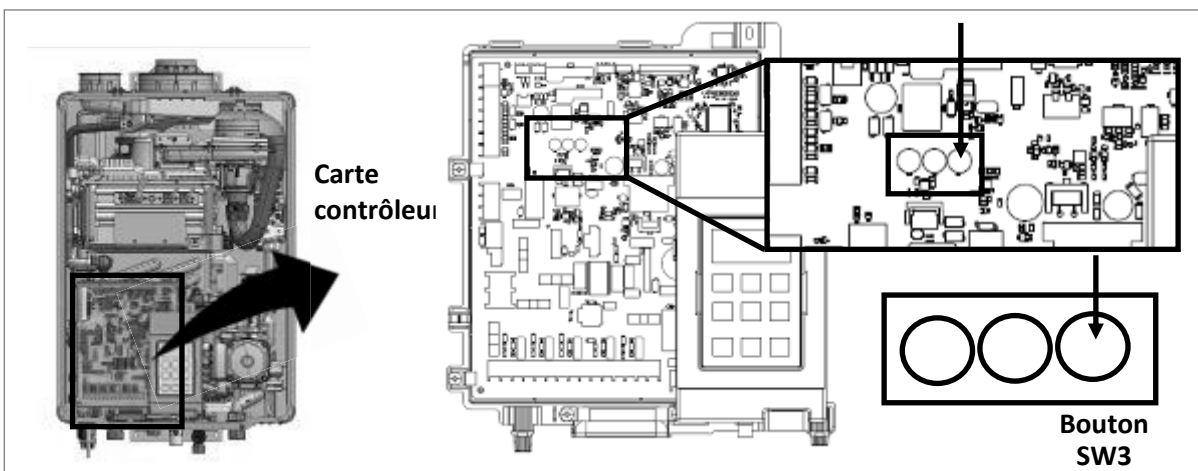
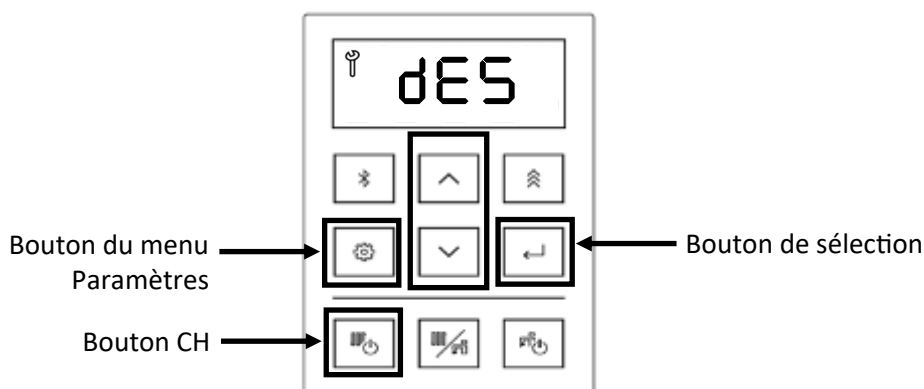

Figure 140
Figure 141
4. Appuyer sur le bouton SW3 de la carte contrôleur (figure 140).
5. Appuyer sur la touche fléchée haut ou bas du contrôleur pour sélectionner dES (détartrage) (figure 141).
6. Appuyer sur la touche de sélection pour sélectionner dES (figure 141).
7. S'assurer que les vannes et les tuyaux sont placés comme indiqué en page précédente. Ensuite, actionner la pompe et laisser le produit de nettoyage circuler dans la chaudière pendant au moins une (1) heure à un débit de 4 gallons/minute (15 litres par minute).
8. Appuyer sur la touche CH (chauffage central) pour démarrer le compte à rebours (figure 141).
**Remarque :** si vous devez annuler cette procédure, vous pouvez appuyer sur le bouton du menu Paramètres du contrôleur (Figure 141) ou appuyer sur le bouton SW3 de la carte PC (Figure 140).